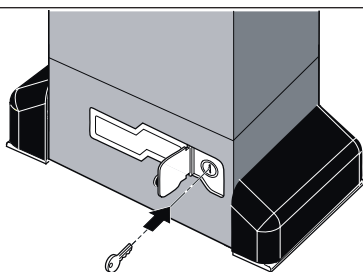

Fig. 48
1. Abrir a porta de proteção e inserir na fechadura a respectiva chave, fornecida com o equipamento (Fig. 48).